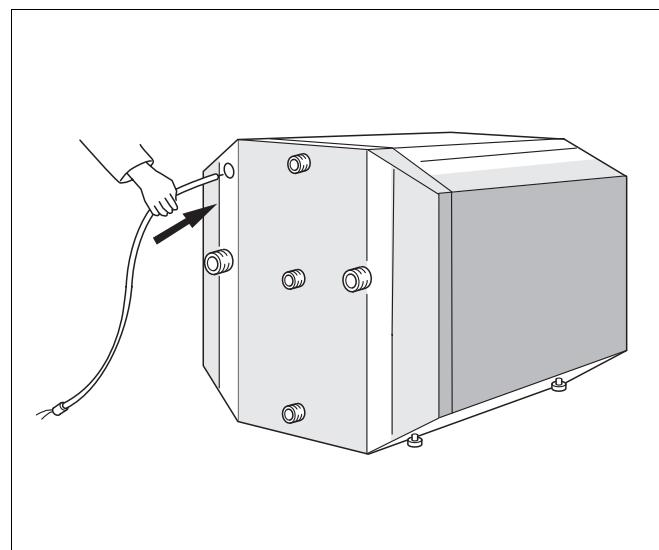
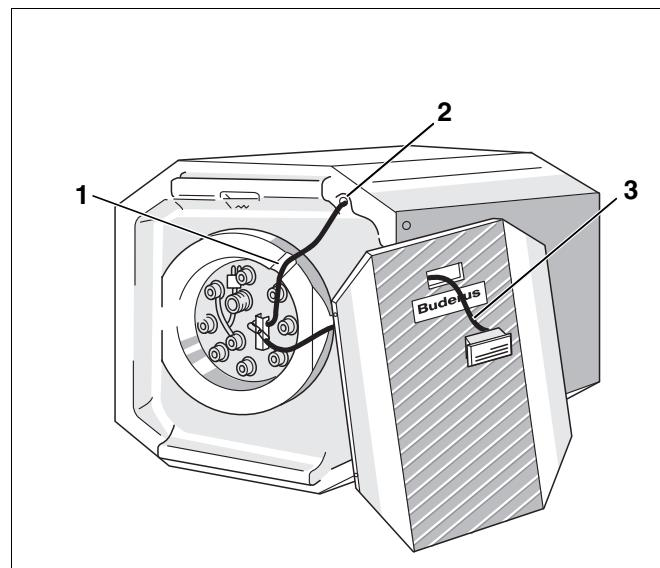
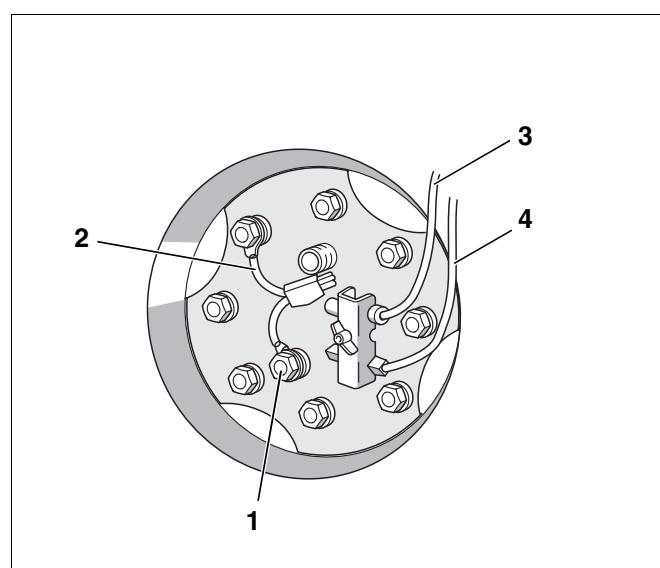

Рис. 5 Крепление датчика на крыше люка
Рис. 6 Прокладка кабеля датчика
Рис. 7 Крышка люка
- Ввести датчик регулятора температуры горячей воды\* (рис. 7, поз. 3 на стр. 7) с задней стороны бака в отверстие кабельного канала (рис. 5).
- Вынуть датчик из канала (рис. 6, поз. 2) на передней стороне бака и провести к креплению датчиков на крышке люка (рис. 6).
- Провести датчик для термометра горячей воды (рис. 6, поз. 3 и рис. 7, поз. 4) (FB) спереди через вырез в передней стенке кожуха и установить корпус термометра в вырез.
- Размотать провод датчика и провести через прорезь (рис. 6, поз. 1) в теплоизоляции к креплению датчика на крышке люка (рис. 6).
- Отвернуть барашковую гайку крепления датчиков, установить датчики в соответствии с их геометрической формой или диаметром в крепежную планку (рис. 7).
- Проверить, подключен ли заземляющий кабель (рис. 7, поз. 2) магниевого анода (рис. 7, поз. 1) к крепежному болту крышки люка (рис. 7).
- Соединить штекер заземляющего кабеля с кабелем системы управления (рис. 7).